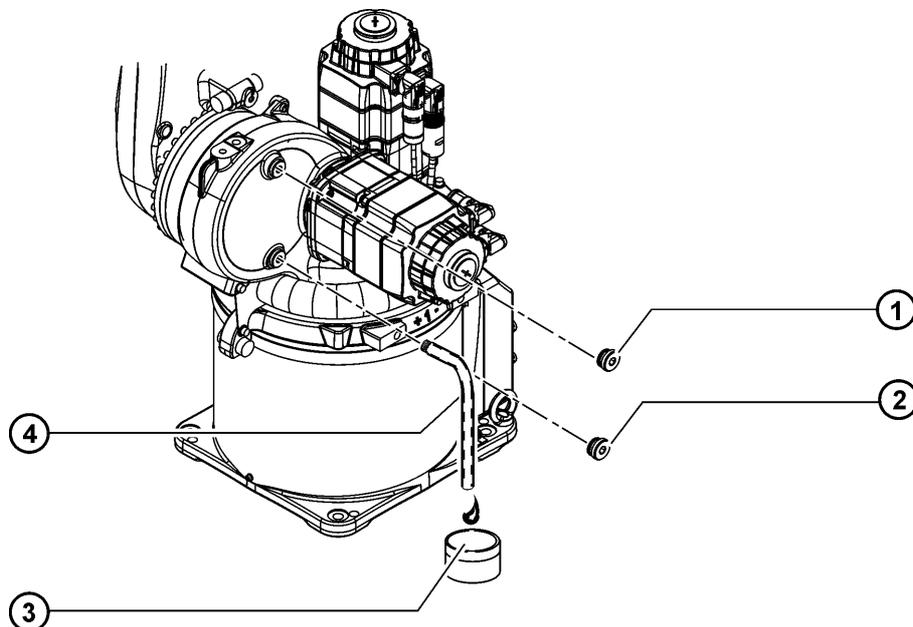

Fig. 9-4: Vider l'huile pour réducteur A2
1. Dévisser la vis de fermeture magnétique et visser le flexible de vidange d'huile M18x1,5 (>>> Fig. 9-4).